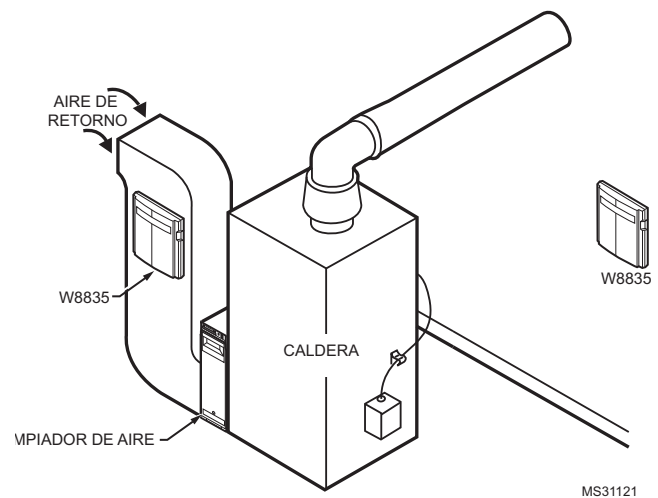

Fig. 2. Ubicación de montaje del W8835.
3. Monte el panel EnviraZone W8835 cerca del equipo HVAC; colóquelo sobre una pared o en la toma de retorno de aire frío. Vea la Fig. 2.